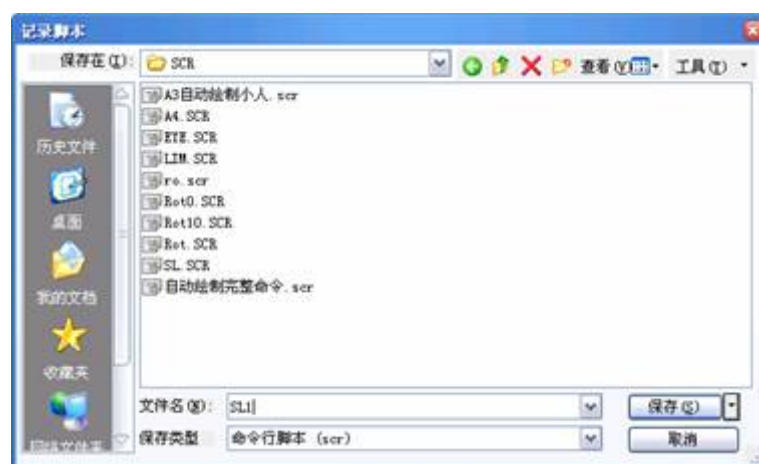

图 13-13 “记录脚本”对话框
执行 Rrescript 命令，系统弹出如图 13-13“记录脚本”对话框。
1. 执行 Recscript 命令，系统弹出如图 13-13“记录脚本”对话框。